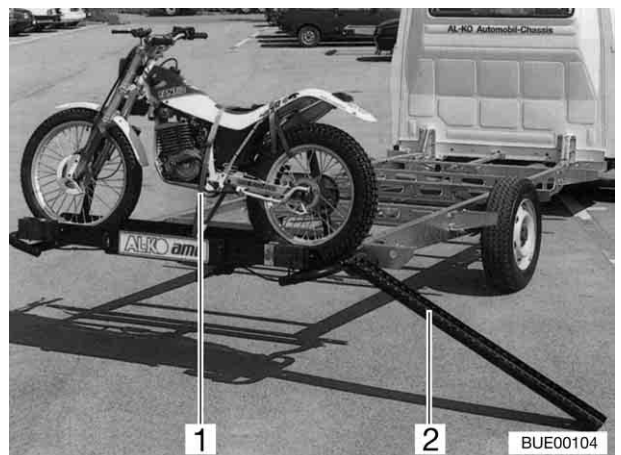

Fig. 205 Porte-motos avec rail d'accès
- Rail d'accès (Fig. 205,2)
- 1 jeu de courroies de serrage (Fig. 205,1)